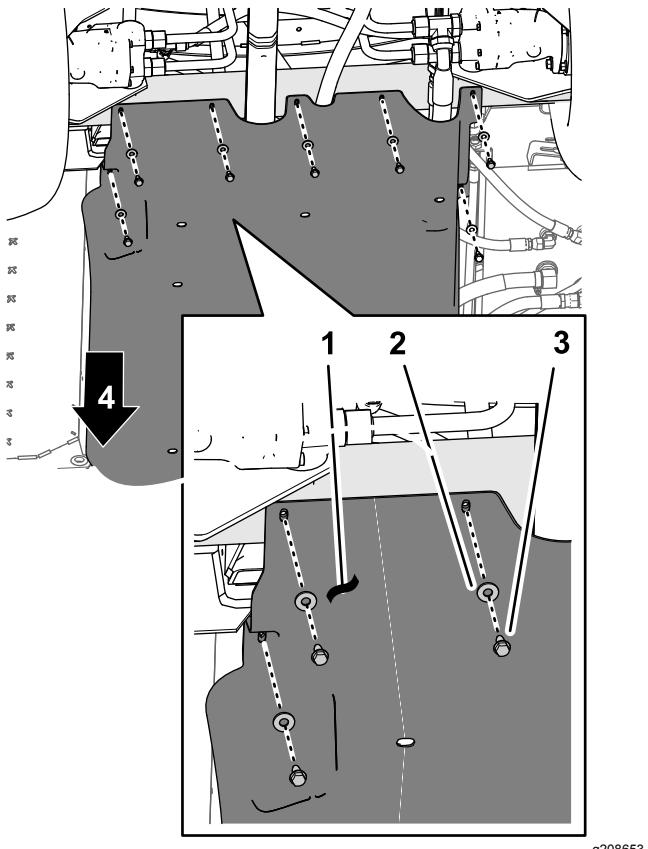

Figura 66
5. Montate la parte posteriore della copertura del carrello sul telaio (Figura 66) con l'hardware rimosso nella fase 1 di Rimozione della copertura del carrello \(pagina 4\) come segue: